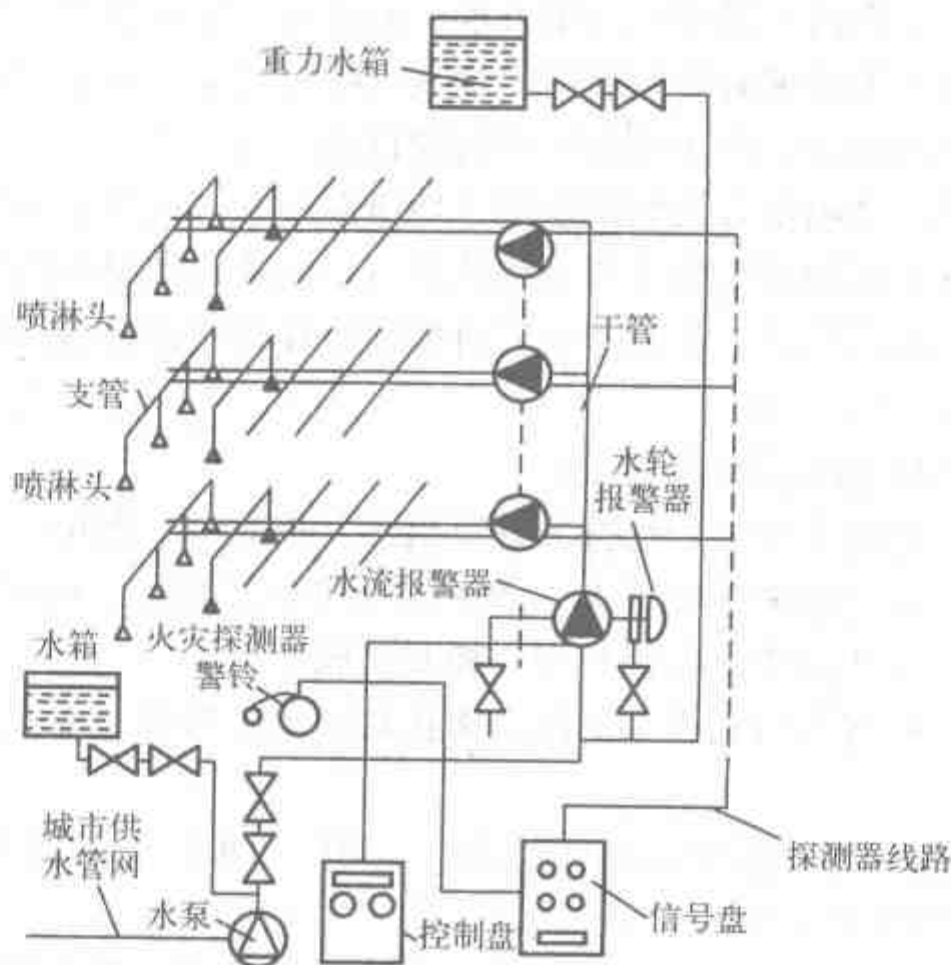

图8-8 湿式自动喷水灭火系统
(1) 湿式自动喷水灭火系统。湿式自动喷水灭火系统由供水设施、闭式喷头、水流指示器、管网等组成，如图8-8所示。这种系统由于其供水管路和喷头内始终充满水，故称为湿式自动喷水灭火系统。